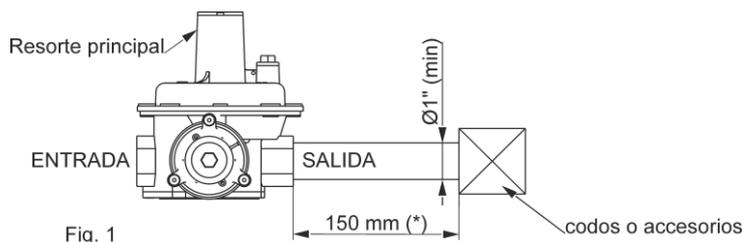

Fig. 1
El regulador debe ser instalado en posición vertical con el resorte principal hacia arriba (ver Fig. 1) y siempre debe respetarse el sentido de circulación del gas que indica la flecha de la tapa inferior del cuerpo, así como las distancias de las cañerías de conexión indicadas (ver Fig. 1). El orificio de venteo no debe quedar obstruido ni
- b) Desenroscar el reset, girarlo y volver a enroscar en posición de rearme "fig. 1" (la válvula de bloqueo agua arriba del regulador debe estar abierta).